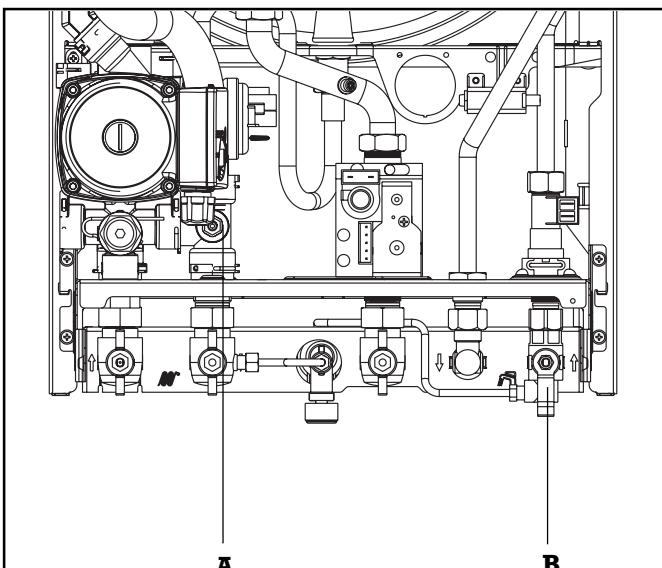

Fig. 18
- fermer la vanne d'arrêt départ (N) (manette à l'horizontale) et laisser la vanne d'arrêt retour (M) ouverte (manette à la verticale)
- ouvrir le robinet du disconnecteur (P) en le tournant en sens inverse des aiguilles d'une montre jusqu'à ce que la pression indiquée par le thermomanomètre atteigne 0,5 à 1,5 bar
3.6.2 Vidange de l'installation (fig. 18)